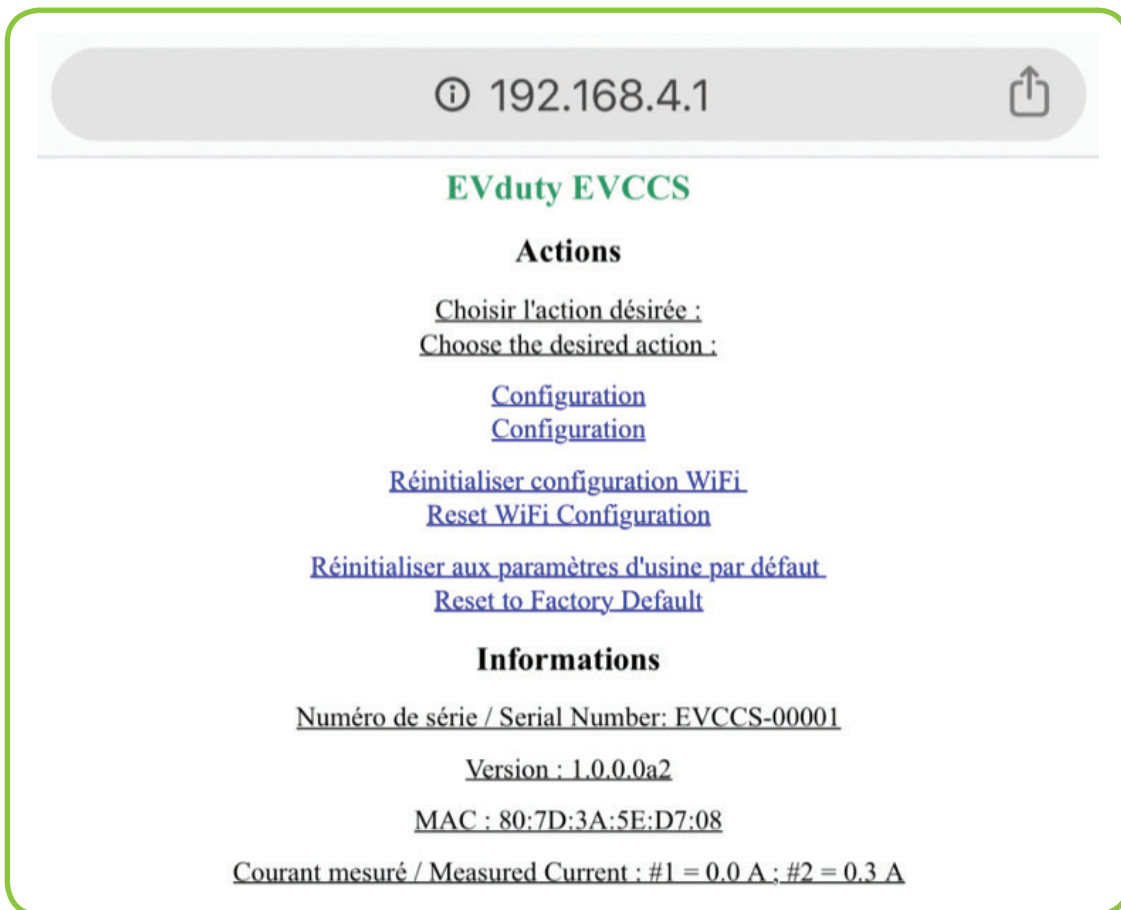

Figure 7 : Configuration module EVCCS - Menu principal
6. Un menu principal va s'afficher (voir Figure 7). Cliquer sur « *Configuration* ».